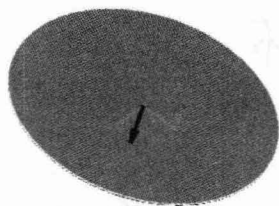
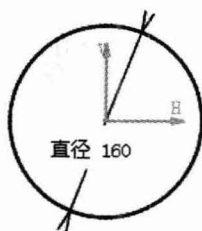

图 1.2 墙体 1
图 1.3 截面草图
Step3. 创建图 1.2 所示的平整钣金壁特征——墙体 1。
- (1) 选择命令。选择下拉菜单 **插入** → **Walls** → **Wall...** 命令。
- (2) 定义截面草图平面。在对话框中单击 **选择** 按钮, 在特征树中选取 xy 平面为草图平面。
- (3) 绘制截面草图。绘制图 1.3 所示的截面草图, 单击 **退出** 按钮退出草图环境。
- (4) 定义加厚方向。单击 **Invert Material Side** 按钮 (定义加厚方向如图 1.2 所示)。
- (5) 单击 **确定** 按钮, 完成墙体 1 的创建。